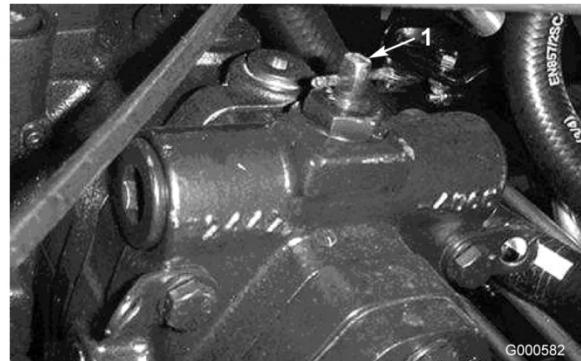

Bild 16
2. Drehen Sie das Ventil um eine Vierteldrehung nach rechts oder links, um es zu öffnen und Öl intern abzulenken (Bild 16). Weil das Öl abgelenkt wird, lässt sich die Zugmaschine ohne Schäden am Getriebe langsam bewegen. Merken Sie sich die Ventilstellung beim Öffnen oder Schließen.